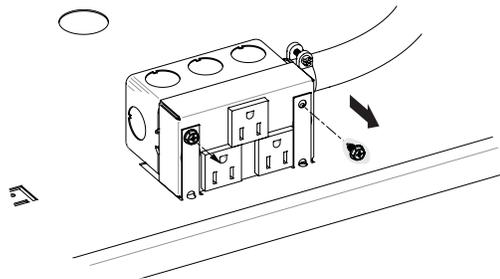

Figure 4
6. Dévisser le boîtier de jonction de ses supports de montage pour pouvoir le reculer et y brancher la fiche du cordon de soufflerie. **Voir Figures 4 et 5.**